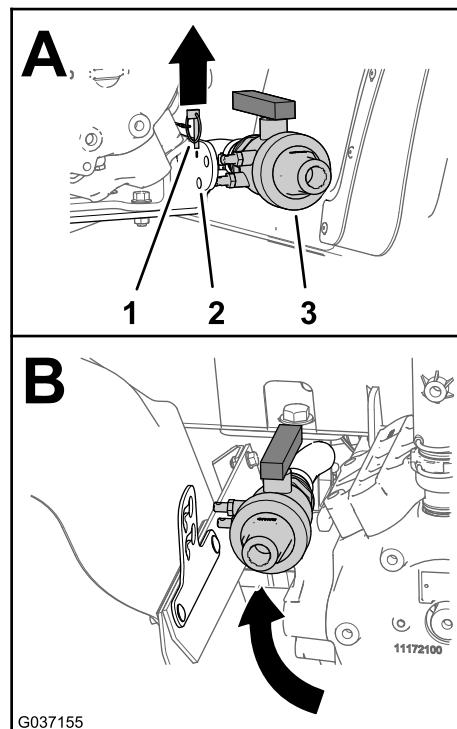

图11
1. 卸下将排水阀固定到打药车泵支架上的保险销 (图 11)。
2. 将排水阀移到左后挡泥板与打药车泵之间 (图11)。